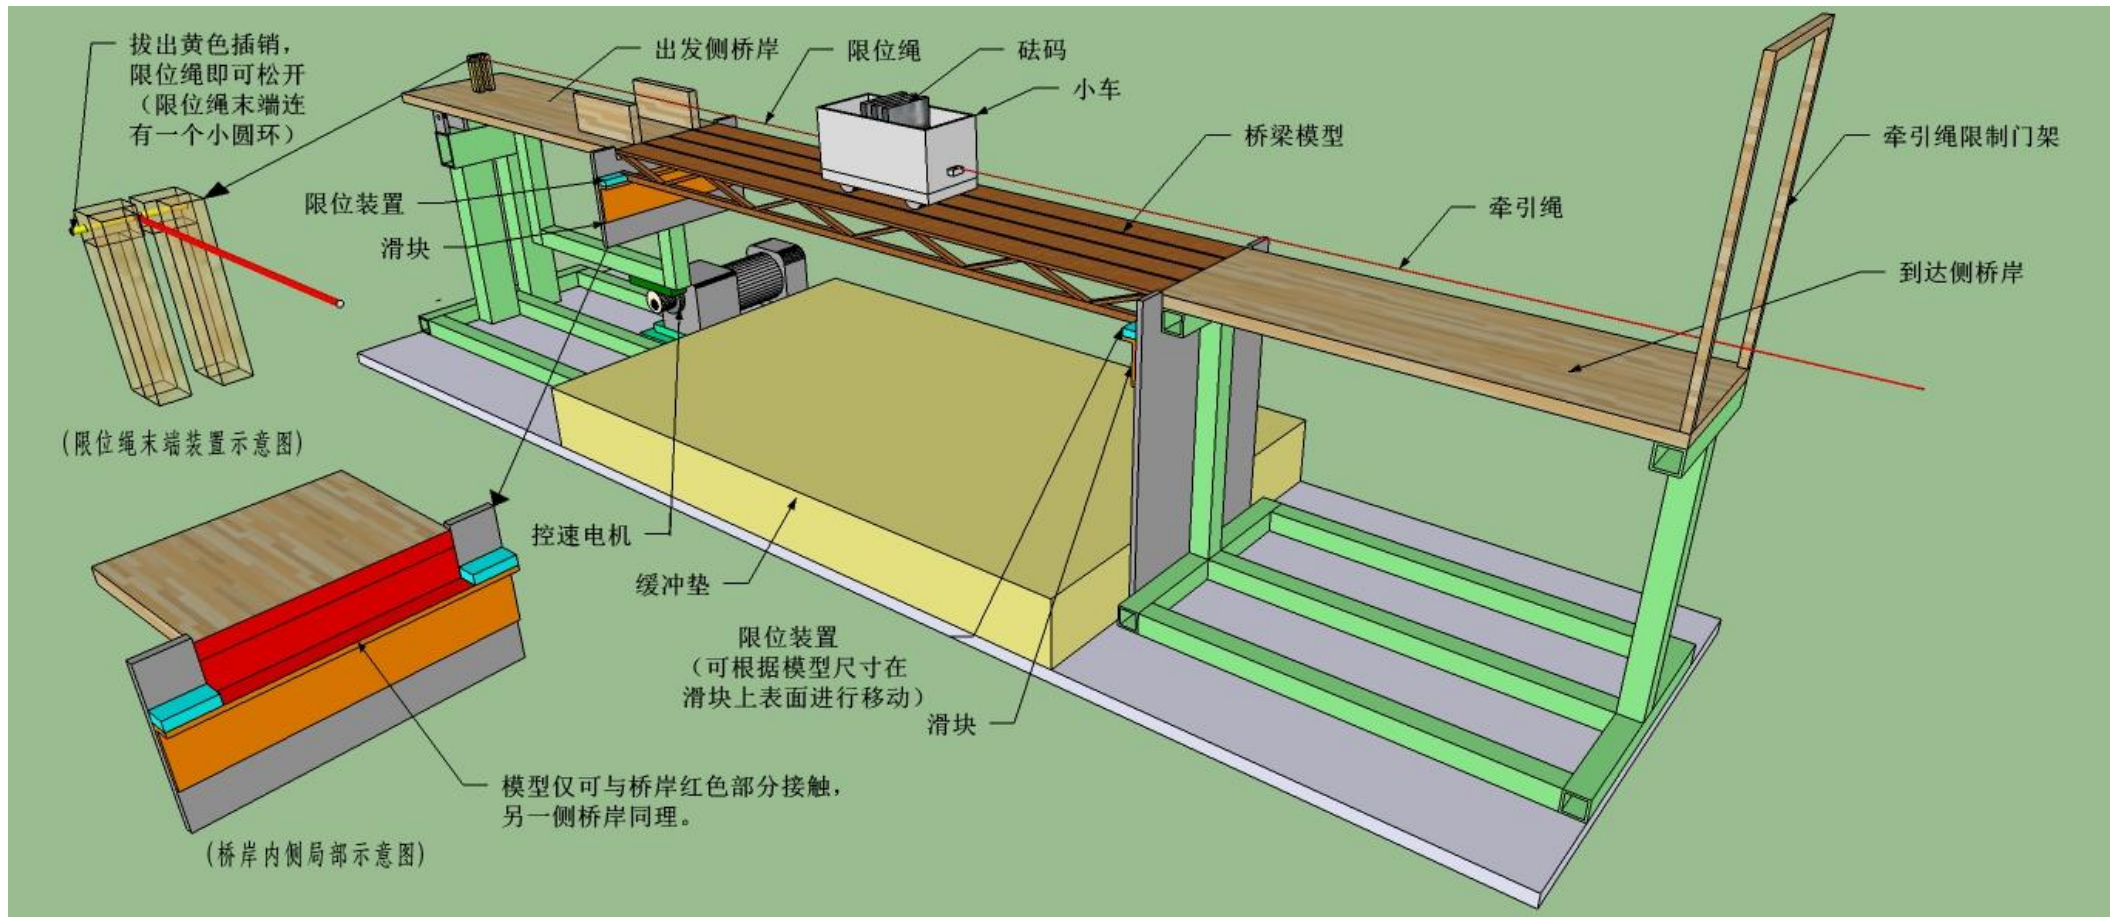

图 1 加载装置示意图 (单位: mm)
的小车及牵引装置、砝码、桥岸支座，在制作的桥梁上进行3次运输测试，如图 1所示，最后通过综合评判理论方案（10%）、模型工艺（10%）、模型效率（80%）确定最终成绩。
- c) 模型要求：模型长1000mm，模型桥面宽度不大于200mm，结构形式不限，模型仅可和滑块上表面及桥岸部分侧面接触(如图 1 所示)，并应保证小车可以顺利通过。
7. 裁判员固定好小车后方的限位绳，打开振动支座控制开关（电机处于1挡工作状态），宣布测试开始并计时，比赛队员须在**一分钟之内**通过拉小车牵引绳使小车通过模型。当限位绳拉紧时，小车即到达模型跨中，小车须在模型跨中停留10s。在10s计时结束时，裁判员将电机由1挡调至2挡\*，松开限位绳（操作如图 1 所示），队员即可继续拉动小车通过模型；